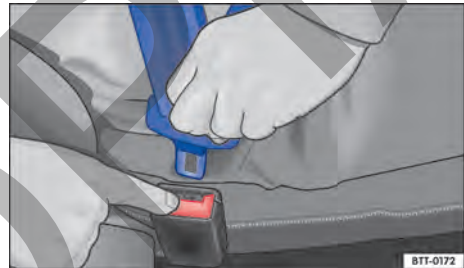

Fig. 30 Soltar la pestaña de encastre del cinturón de seguridad del cierre del cinturón.
- Presionar el botón rojo en el cierre del cinturón de seguridad → fig. 30. La pestaña de encastre del cinturón de seguridad se sale hacia afuera.